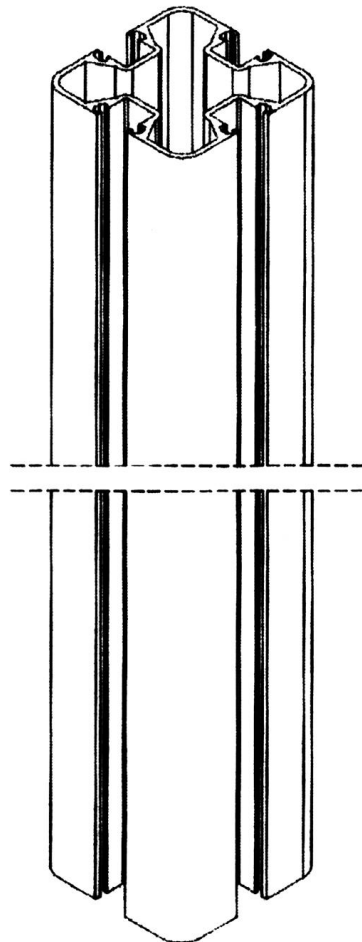

Fig. 2
- fig. 2 przedstawia w widoku perspektywicznym wzór przemysłowy profilu o zewnętrznym obrysie zbliżonym do kwadratu.